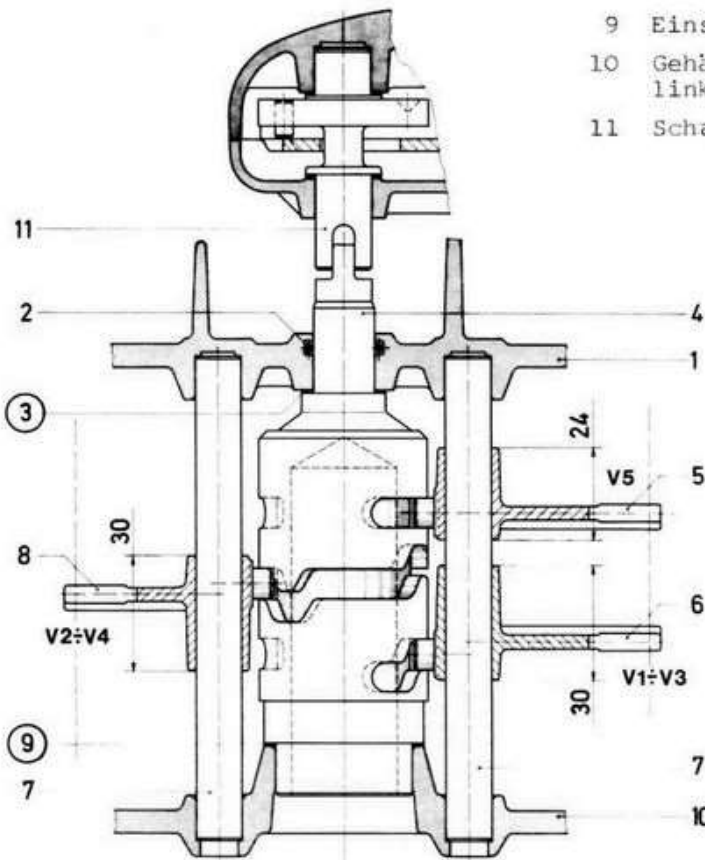

Fig. 57
- Schaltgabelachsen und Schaltgabeln aus der rechten Gehäusehälfte herausnehmen. Da die drei Schaltgabeln verschieden sind, sind solche auf ihren Achsen zu lassen (siehe Fig. 57). Auf diese Weise werden Verwechslungen bei der Wiedermontage verhindert
- Extraire les axes avec leurs fourchettes du demi-carter côté droit. Laisser les fourchettes sur leurs axes, afin de ne pas les intervertir, celles-ci étant différentes les unes des autres (voir fig. 57)
- Schaltgabeln montieren und deren Stifte in die Nuten der Schaltwelle einführen (siehe Fig. 57)
Beim Wiedermontieren der Wellen, Zahnradsätze und Schaltwelle sind unbedingt die Original Einstellscheiben und zwar in ihrer vorherigen Lage zu verwenden (siehe Fig. 57, 58 und 59).
- Monter les fourchettes de commande en introduisant leur tenon dans les rainures respectives de l'arbre de commande (voir fig. 57)
Lors du remontage des trains de pignons ainsi que de l'arbre de commande, il faut absolument réutiliser les rondelles de réglage d'origine montées aux mêmes endroits (voir fig. 57, 58 et 59).